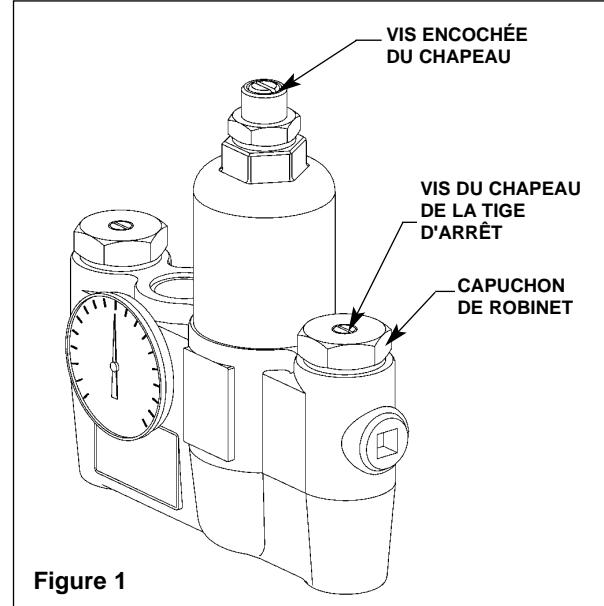

Figure 1
Note : Lorsque les clapets anti-retour sont en position ouverts, la vis du chapeau de la tige d'arrêt est de niveau avec le capuchon de robinet (voir Figure 1).
- *s'assurer que les clapets anti-retour sont complètement ouverts (la tige encochée doit être de niveau avec le capuchon de la tige d'arrêt) (voir Figure 1 à la page 12) et s'assurer également que tous les robinets d'entrées et de sorties sont ouverts*